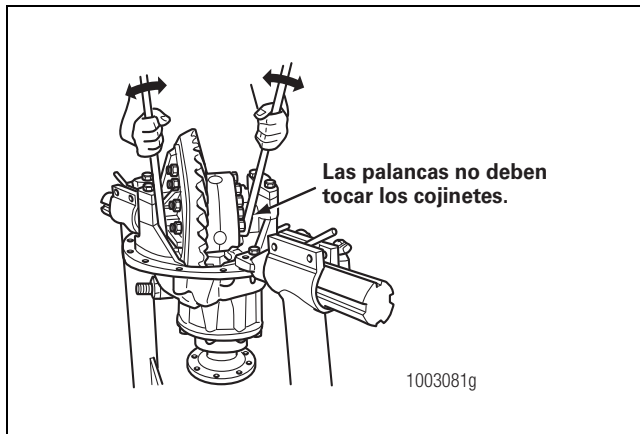

Figura 5.56
- B. Inserte dos palancas entre la caja del diferencial o la corona y el portadiferencial en lugares distintos a los descritos en el Paso A. Las palancas no deben tocar los cojinetes del diferencial. Figura 5.56.